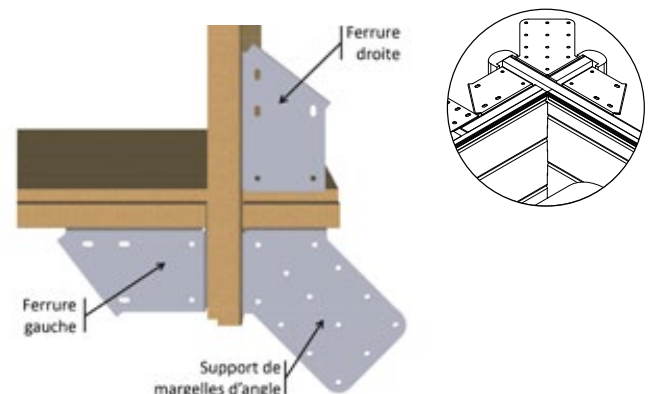

Figure 19 – mise en place des ferrures dans les angles
- Dans les angles, montez quatre ferrures « droite » et quatre ferrures « gauche », ainsi que quatre supports de margelles d'angle, selon la **Figure 19**. Utilisez 4 vis penture torx 6 × 20 en inox A2 (sachet G) par équerre et 6 vis penture torx 6 × 20 en inox A2 (sachet G) par ferrure, soit un total de 64 vis.